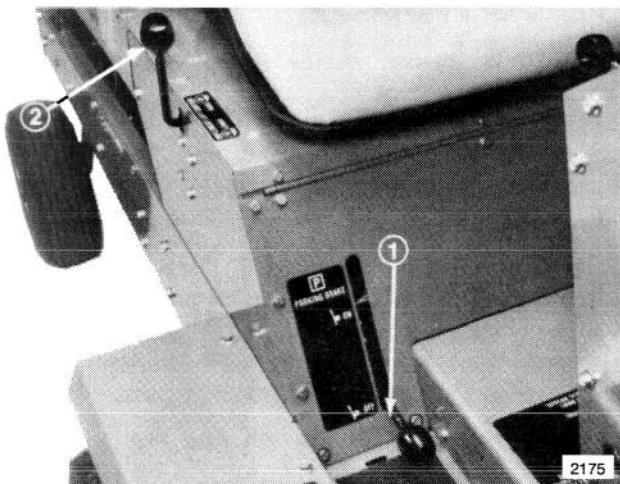

Figure 8
2. Relever le levier de frein de stationnement (Fig. 8) pour serrer le frein de stationnement.
1. Abaisser le levier de frein de stationnement (Fig. 8) pour desserrer le frein de stationnement.
Le levier de relevage d'accessoires (Fig. 8) s'utilise pour relever ou abaisser divers accessoires.
2. Tirer le levier de relevage d'accessoire (Fig. 8) vers l'arrière pour relever l'accessoire à la hauteur souhaitée.
2. Pousser le levier de relevage d'accessoire (Fig. 8) vers l'avant pour descendre l'accessoire.